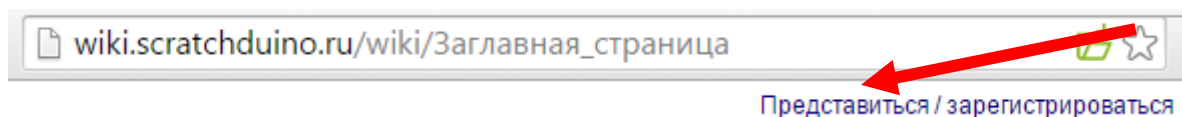

Рис. 59. Начало регистрации на портале <http://wiki.scratchduino.ru>.
1) Пройдём по адресу <http://wiki.scratchduino.ru> и найдём в правом верхнем углу ссылку «Представиться/зарегистрироваться» (рис. 59).